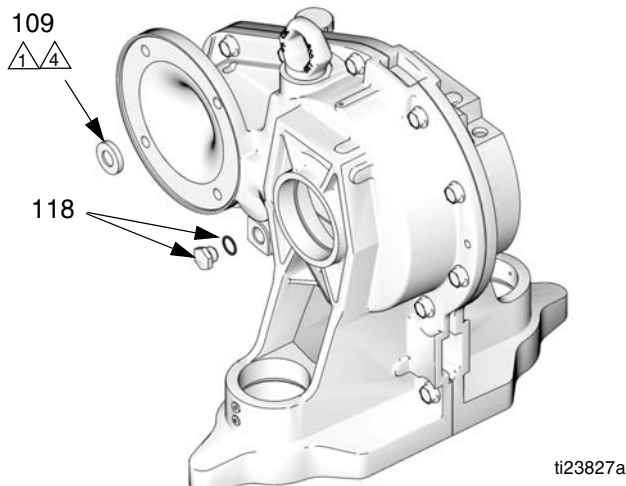

FIG. 4. Tättningar till reduktionsväxeln
2. Se FIG. 4. Skruva bort oljepluggen (118) på motorsidan av reduktionsväxeln tillsammans med packningen. Stick en hårdad plåtskruv genom ingångstättningen (109) och dra ut den.